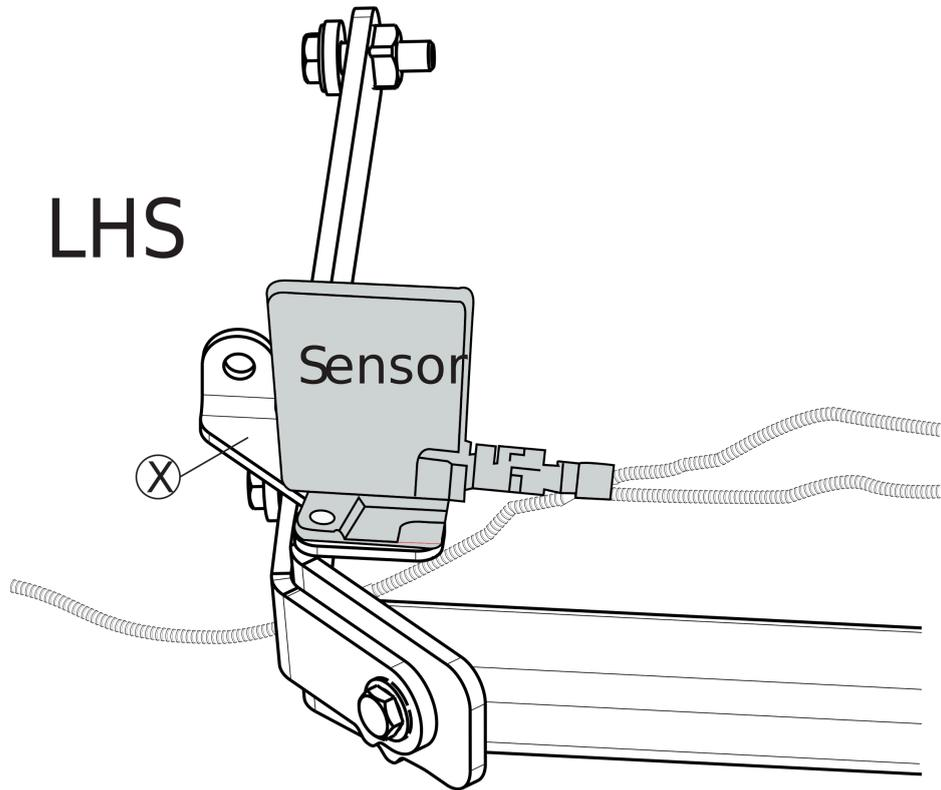

Fig. 2
5. Переместите датчик если имеется в точку X. См. рисунок 2.